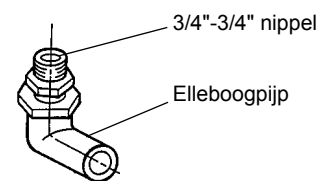

Fig. 6
- 3) Sluit de 3/4"-3/4" nippel (accessoire) aan op de elleboogpijp (accessoire) zoals aangegeven in fig. 6. Voor een lekvrije verbinding moet PTFE-tape en/of een geschikte afdichtingspasta worden gebruikt.